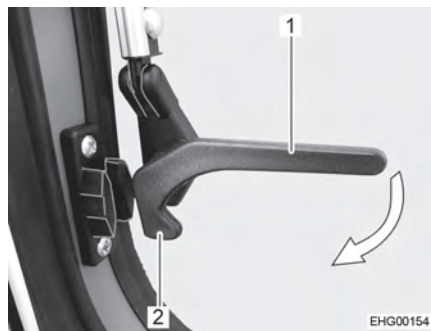

Bild 41 Verriegelungshebel, seitlich (Stellung "geöffnet")
- Die seitlichen Verriegelungshebel (Bild 41,1) eine viertel Umdrehung zum Fensterrahmen hin drehen, bis die Verriegelungsnase (Bild 41,2) einrastet.